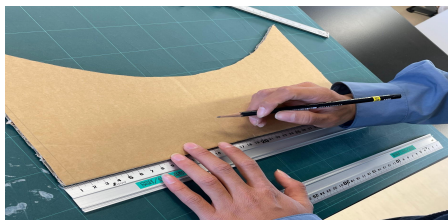

図4 切り取ったダンボール
②手順①で作成した二次曲線をx座標[-20,20]までの範囲で切り取り、ダンボールに写し切り取った。それぞれ4つずつ作成(図4)。